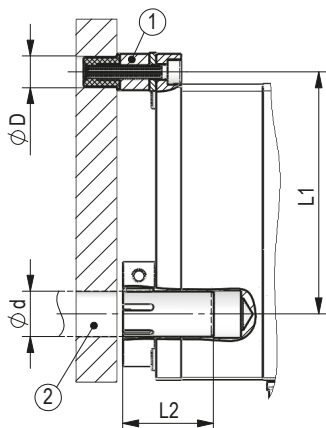

Abb. 1: Einbaumaße
- ▶ Sorgen Sie für einen geringen Wellen- und Winkelversatz zwischen Welle und Aufnahmebohrung durch geeignete Fertigungsmaßnahmen (siehe **Abb. 1** + **Tab. 1**).
Vorbereitung Montage (Abb. 1, Abb. 2, Abb. 3, Abb. 4):
Montage (Abb. 1, Abb. 2, Abb. 3, Abb. 4):